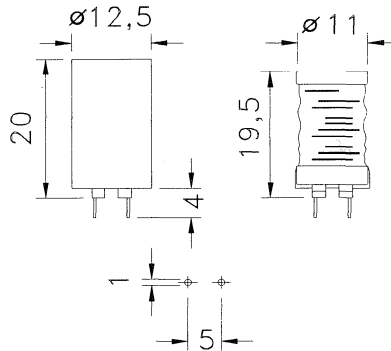

Fig.2
Die Drosseln Sd12 haben oberhalb von 680 $\mu$ H Anschlußstifte (Fig.2), sie können mit und ohne Kunststoffhaube geliefert werden. Die Haube ist flammhemmend eingestellt nach UL 94-V0.
*Inductances above 680μH (Fig.2). The base has integral pins. The plastic cap is made out of flame retardent material acc. to UL 94-VO.*